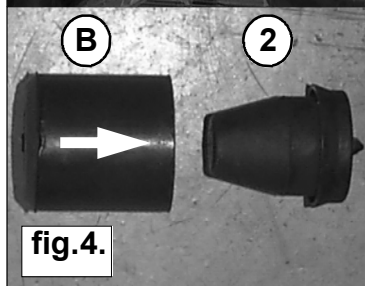

fig.4.
5. Druk het MAD-buffer B op het originele buffer m.b.v. een bankschroef. Druk hem niet te ver, tot 20mm voor het eind. (Zie fig. 4 en 5.)